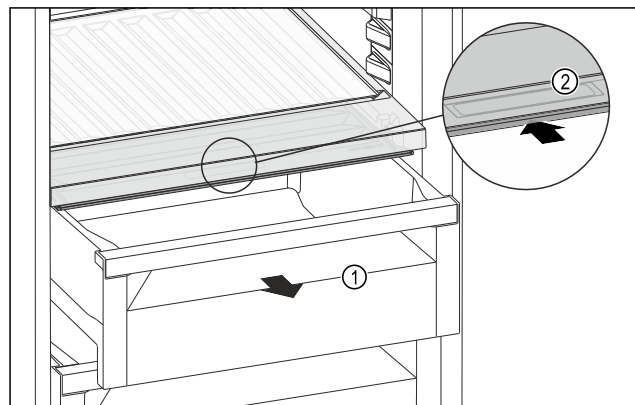

Fig. 124
- ▶ Витягніть висувний ящик Fig. 124 (1).
- ▶ Візьміться за потайну ручку Fig. 124 (2) на кришці відділення й одночасно посуňte кришку відділення назад.